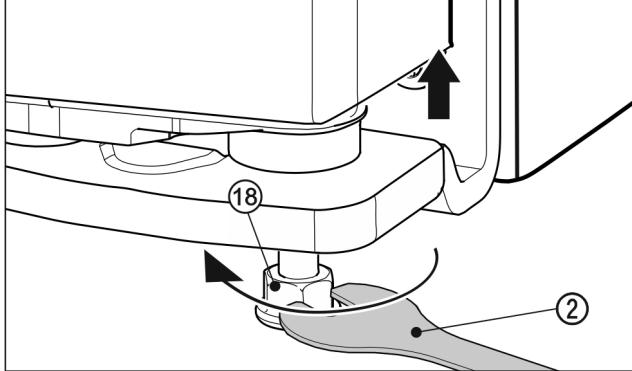

Fig. 26
- K nadzdvihnutí dvírek vyšroubujte seřizovací nožku Fig. 26 (18) přiloženým rozvidleným klíčem Fig. 26 (2) směrem doprava, až se dotkne země. Poté otáčejte dál, až budou dvířka ve správné výšce. V dodaném stavu je ložiskový čep zcela zašroubovaný.